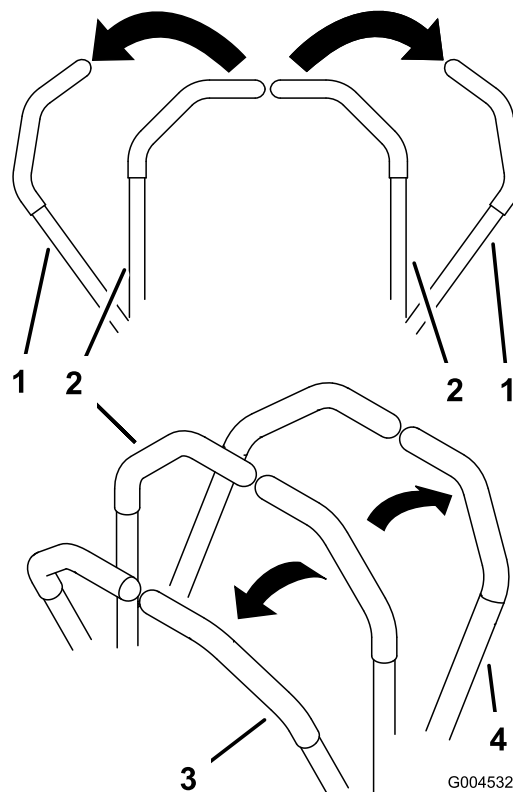

Figura 20
1. Togliete le leve di controllo del movimento (Figura 20) dalla posizione di blocco in folle.
- per fare marcia avanti spingete lentamente in avanti le leve di controllo del movimento (Figura 20).
- per fare marcia indietro tirate lentamente indietro le leve di controllo del movimento (Figura 20).
- per svoltare, rallentate tirando indietro entrambe le leve, poi spingete in avanti la leva sul lato opposto a quello da cui volete svoltare (Figura 20).